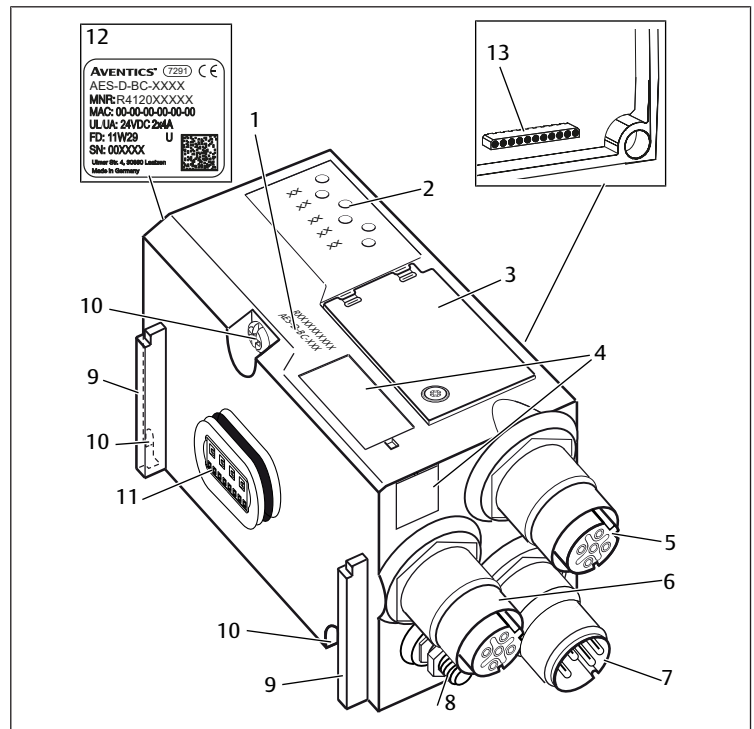

Fig. 3: Acoplador de bus
5. Suelte los tornillos de fijación (véase Fig. 3: Acoplador de bus (10)). Accionamiento recomendado: Ejot TORX PLUS®/AUTOSERT® 20IP
2. Coloque en el acoplador de bus nuevo las etiquetas de rotulación del acoplador de bus desmontado o bien rotule el campo para identificación del componente (véase Fig. 3: Acoplador de bus (4)) en el acoplador nuevo.
3. Ajuste los interruptores del acoplador de bus nuevo de forma análoga al acoplador desmontado. Para ello, abra la mirilla (véase Fig. 3: Acoplador de bus (3)). Al cerrarla, asegúrese de que las juntas asientan correctamente.
5. Introduzca los tres tornillos de fijación (véase Fig. 3: Acoplador de bus (10)) en los orificios de paso del lateral izquierdo del acoplador de bus y atorníllelos bien. Par de apriete: 1,5-1,8 Nm con accionamiento Ejot TORX PLUS®/AUTOSERT® 20IP